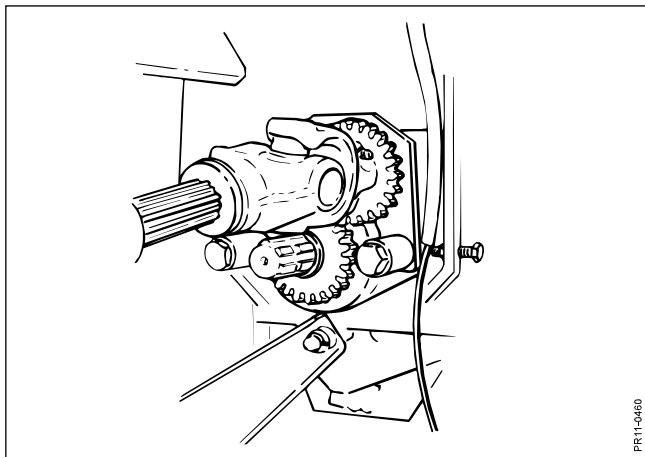

Fig. 4-27
- Fig. 4-27** 4. KO-akslen for rotoren monteres på den frie tap på rotorhuset. KO-akslen skal fastlåses på pos. 2, hvorved tandhjulene kommer i indgreb og rotoren vil køre med modsat omdrejningsretning.